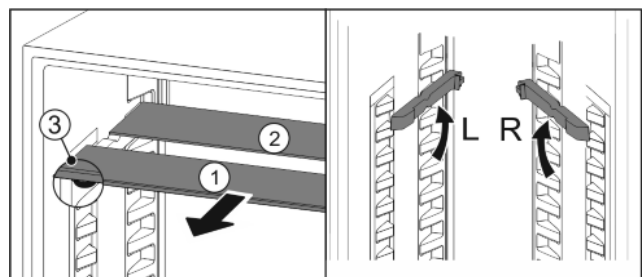

Fig. 20
- ▶ Retire las planchas de cristal individualmente hacia delante *Fig. 20 (1)*.
- ▷ La plancha de cristal *Fig. 20 (1)* con los topes de extracción se encuentra en la parte delantera.
- ▷ Los topes quedan orientados hacia abajo *Fig. 20 (3)*.